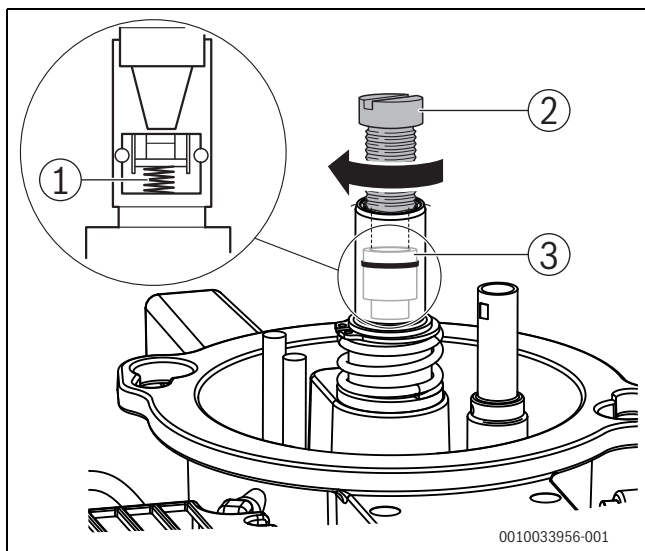

Bild 63 Abschlussventil austauschen
- ▶ Schraube M5 x 50 (→ Bild 63, [2]) einschrauben.
- ▶ Abschlussventil herausziehen (→ Bild 63, [3]).